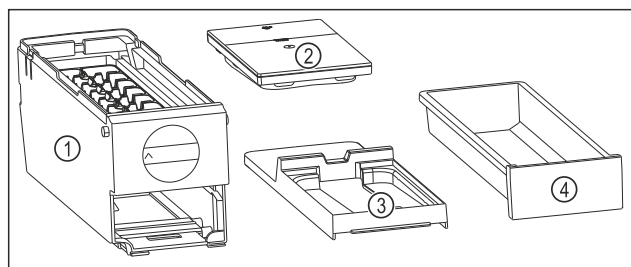

Fig. 138 Części dla EasyTwist-Ice
- ▷ EasyTwist-Ice jest rozłożony na cztery części. (patrz Fig. 138)
- ▶ Należy demontować EasyTwist-Ice wyłącznie na przedstawione części. (patrz Fig. 138)
- ▶ Czyścić korpus EasyTwist-Ice Fig. 138 (1) w całości.